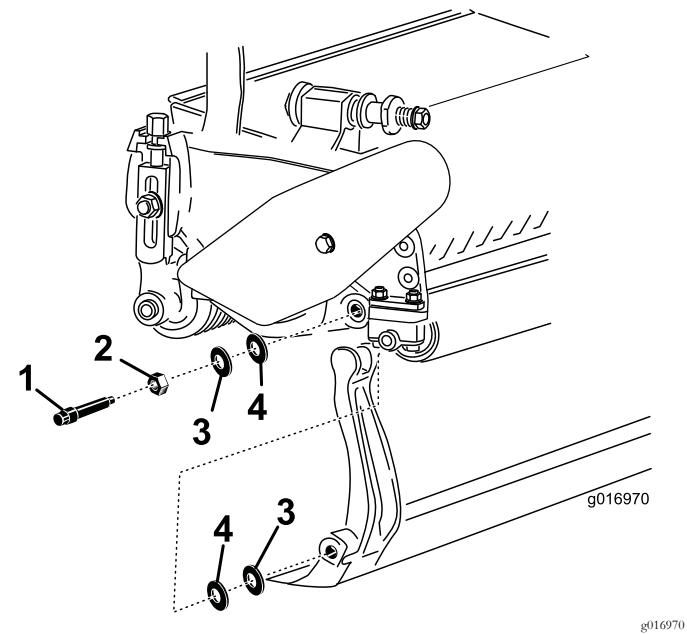

图21
- 取下底刀架 (图21) 各端的 2 个尼龙和 2 个印花钢垫圈。
3. 将尼龙垫圈放在侧板凸起的两侧。在两个尼龙垫圈的外侧各放一个钢垫圈 图21。